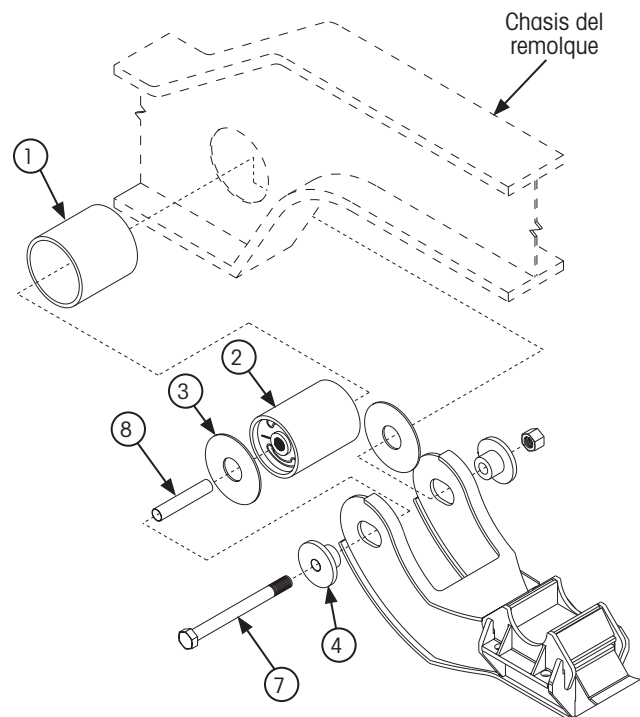
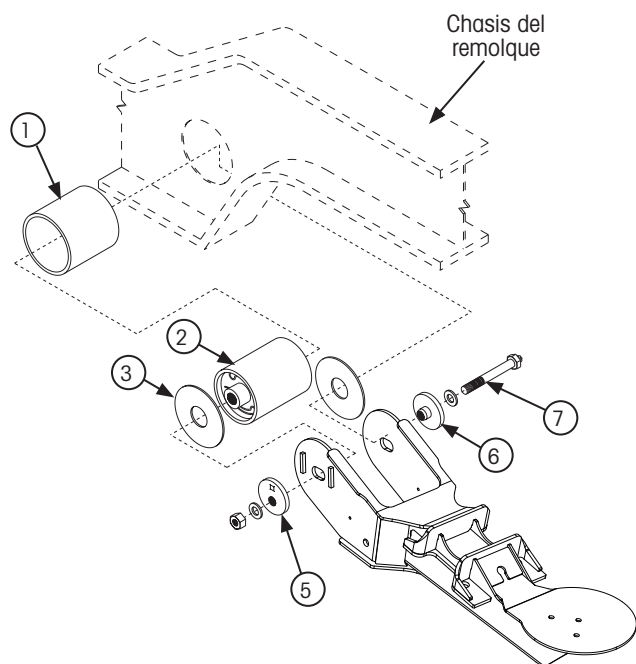

Figura 26: Tornillería de conexión pivote para rondana soldable
Figura 27: Tornillería de conexión pivote para QUIK-ALIGN®
Las suspensiones de viga-Y requieren camisas del tubo del buje que puedan soldarse directamente al chasis del remolque existente como parte del procedimiento de instalación de suspensión (Figura 26, Figura 27 y Tabla 2).
1. **Centre** las camisas del tubo del buje (Figura 26 y Figura 27, No. 1) en los agujeros localizados en el alma del chasis del remolque.
A diferencia de suspensiones con una percha, los bujes para viga-Y vienen pre-ensamblados en una carcasa (Figura 26 y Figura 27, no. 2) y no requieren una herramienta para bujes para ensamblarse.